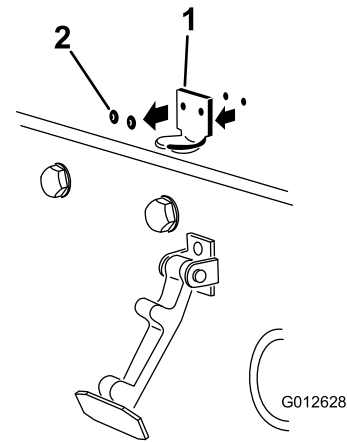

Bild 6
- Entfernen Sie die zwei (2) Niete, mit denen die Halterung des Motorhaubenriegels an der Motorhaube befestigt ist (Bild 6). Nehmen Sie die Halterung des Motorhaubenriegels von der Motorhaube ab.